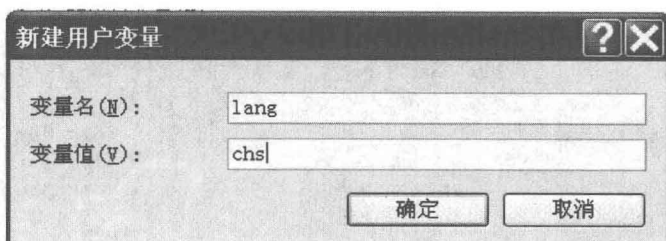

图 1-4 【新建系统变量】对话框
(4) 在用户变量列表框下单击【新建】按钮打开【新建系统变量】对话框，在其中新建变量名“lang”，新建变量值“chs”，如图 1-4 所示。
(5) 设置完成后单击【确定】按钮完成系统变量的设置并关闭【新建系统变量】对话框，然后单击【环境变量】对话框中的【确定】按钮关闭【环境变量】对话框，返回【系统属性】对话框【高级】选项卡。